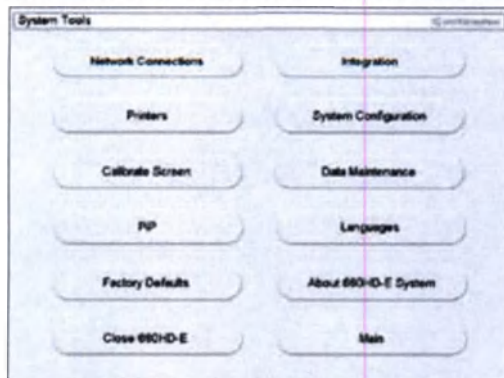
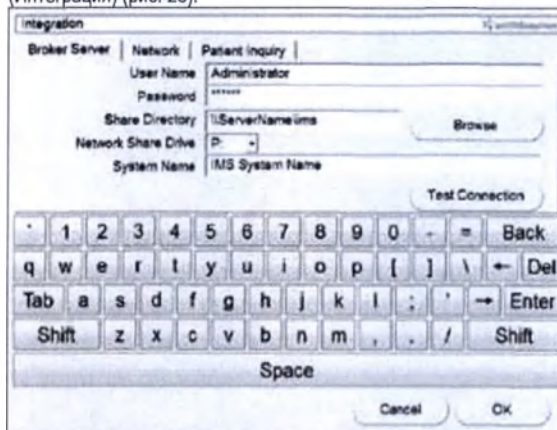

Рисунок 25. Экран System Tools (Служебные программы) (рис. 25).
Рисунок 28. Экран Integration (Интеграция)
1 Нажмите кнопку Интеграция (Integration) на экране System Tools (Служебные программы) (рис. 25), чтобы открыть экран Integration (Интеграция) (рис. 28).
1. Нажмите кнопку **Integration** (Интеграция) на экране **System Tools** (Служебные программы) (Рис. 25), чтобы открыть экран **Integration** (Интеграция) (Рис. 29).
1. Нажмите кнопку **Integration** (Интеграция) на экране **System Tools** (Служебные программы) (рис. 25), чтобы открыть экран **Integration** (Интеграция) (рис. 30).